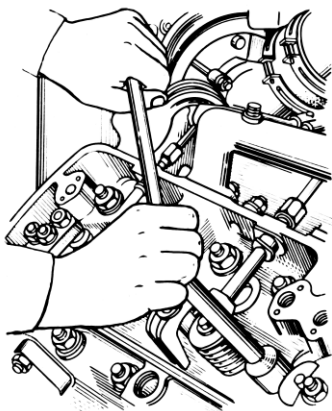

Рис. 83. Отвертывание гаек крепления головки цилиндров
6. Отвернуть гайки шпилек крепления головки цилиндров (рис. 83), соблюдая последовательность, обратную затяжке (рис. 54), не менее чем за три приема: